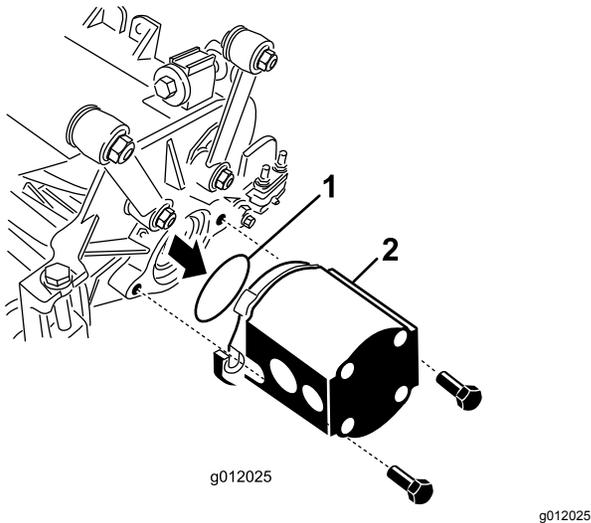

图24
5. 将 O 形圈随滚刀组提供插入驱动马达的法兰上图24。
6. 将马达安装到滚刀组的驱动端用随滚刀组提供的 2 个平头螺丝固定图24。